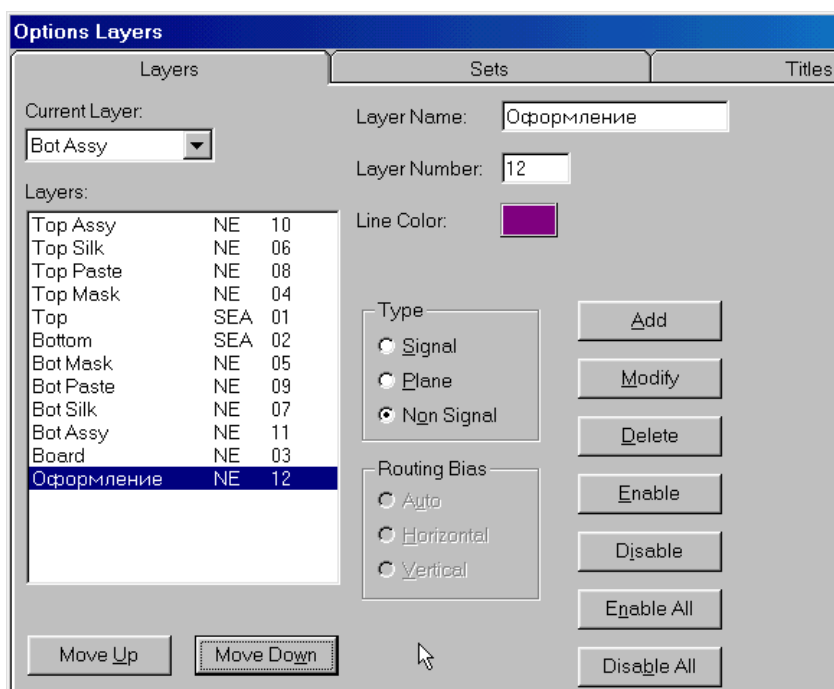

Рис. 7-6. Установка конфигурации слоев
- 2) Появится панель **Option Layers** (см. рис. 7-6).